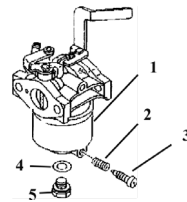

рис.6
2. Слейте или полностью выработайте имеющееся в баке топливо (слив производится снятием колпачка крана подачи топлива (рис.6 поз.2)).
3. Слейте топливо из поплавковой камеры карбюратора, выкрутив пробку (рис.6 поз.3). После слива установите пробку на место и затяните.
пробка слива, топливо слить, вывинтив болт (рис.6 поз.5) крепления поплавковой камеры. 5. Отсоединив высоковольтный провод, вывинтите свечу зажигания. Залейте в камеру сгорания 2 мл смазочного масла и проверните стартер. Установите свечу зажигания на место и присоедините высоковольтный провод. 6. Залейте 50-100 мл смазочного масла в топливный бак и равномерно распределите его внутри, наклоня бензогенератор. 7. Рекомендуется нанести на корпусные и несущие детали консервационную смазку. 8. При расконсервации бензогенератора, проведите ТО, предусмотренное пунктами данного руководства и промойте бензобак чистым бензином АИ-92.